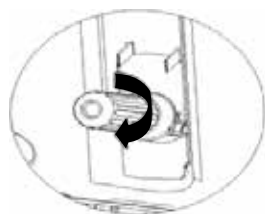

Fig.8
4. Un clic segnala che la cartuccia è stata perforata. In tal modo il gas può fluire nel fusto (fig.8).